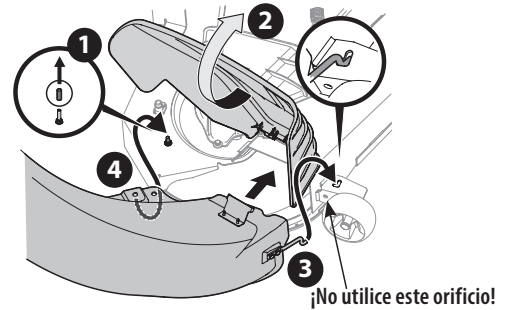

Figura 17
- Extraiga el tapón protector de goma del pasador de plataforma, 1 in Figura 17.
- Levante el deflector del canal (2 in Figura 17) sobre la plataforma y sosténgalo mientras ubica la bota sobre la abertura del canal.
- Inserte el extremo del codo del bota (3) en el orificio suministrado en el montaje de rueda de la plataforma tal como se muestra en el recuadro superior derecho de la Figura 17.
- Gire la bota hacia atrás hasta que el orificio del codo del bota se alinee con el pasador de la plataforma. Mueva la bota hacia abajo sobre ese pasador, como se indica en 4 de la Figura 17.